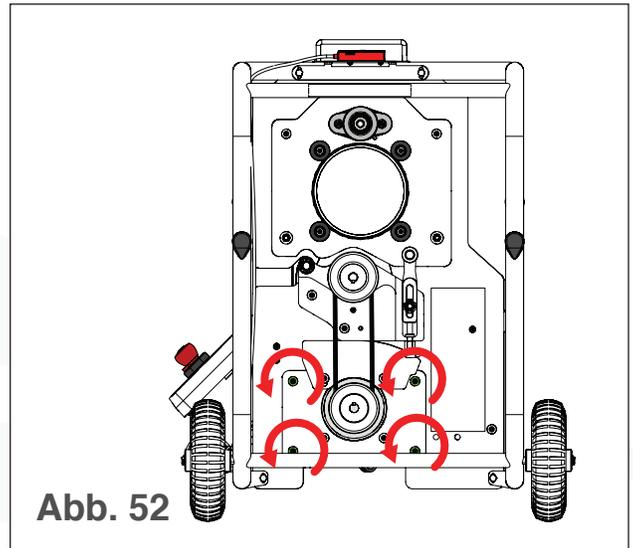

Abb. 52
5. Lösen Sie alle vier Schrauben an der Klingenmotorplatte (siehe Abb. 52).